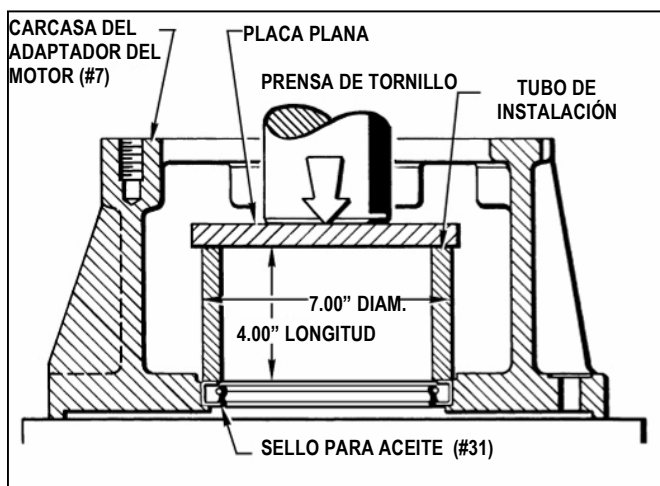

Figura 7.15 - Instalación del Sello para Aceite MSB12
1. Quite los (8) tornillos (# 151) y (4) Rondanas de Presión (# 129). Jale la Carcasa (# 8) y la Junta (# 121) sacándolos de la Carcasa del Adaptador del Motor (# 7). Deseche la Junta (# 121).
2. Quite (8) Tornillos (# 166) y (8) Rondanas de Presión (# 168). Jale la Carcasa del Adaptador del Motor (# 7) de la cara del motor.
- Presione el nuevo Sello para Aceite (# 31) en el agujero con una Prensa de Tornillo como se muestra en la Figura 7.15.